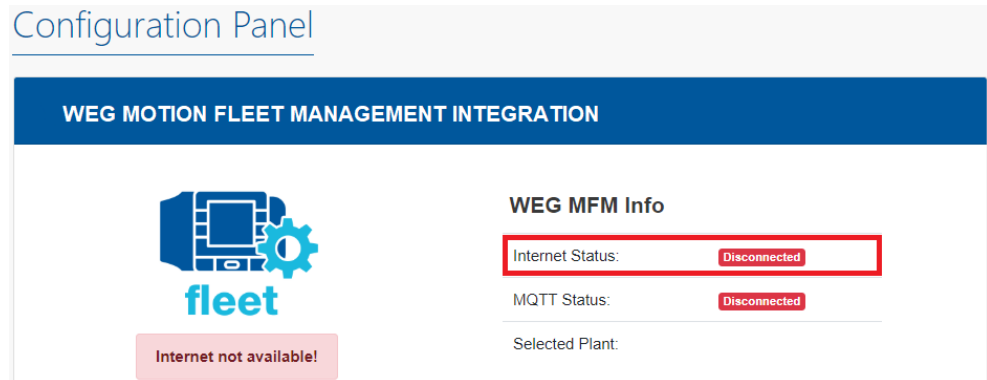

Figura 6.8: Verificando la configuración del Drive Scan
- "Disconnected": avance al **Paso 6**, conforme la Figura 6.8.